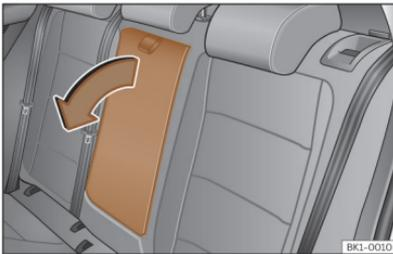

Abb. 97 Herausklappbare Mittelarmlehne hinten (schematische Darstellung).
- Zum **Ausklappen** der Armlehne, Zugschlaufe in Pfeilrichtung ziehen >>> (**Abb. 97**).